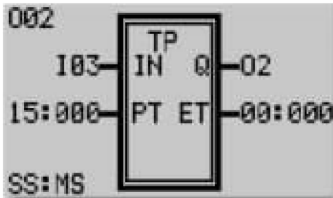

图 1-16 组态 TP 功能块
- 8) 按“OK”键两次保存修改。组态 TP 功能块如图 1-16 所示。